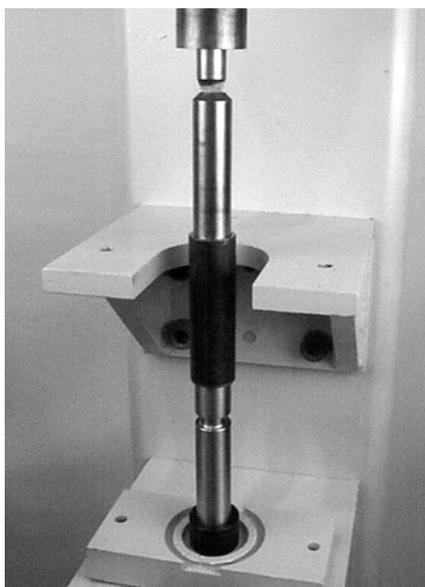

Abbildung 45
5. Mit einer Dornpresse oder einem ähnlichen Gerät das Lager auf die Antriebsrolle drücken (siehe Abbildung 45).